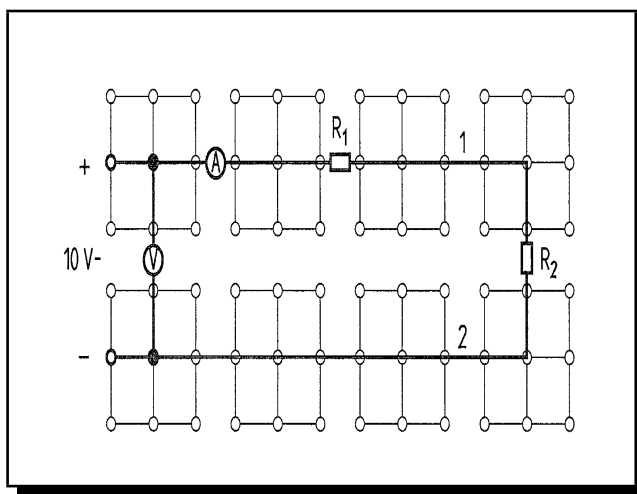

Figura 3.13: Conexión en serie de dos lámparas parte 3
- 9 Cambie la conexión a la mostrada en la Figura 3.13, encienda la fuente de alimentación y fije un voltaje de 10 V.